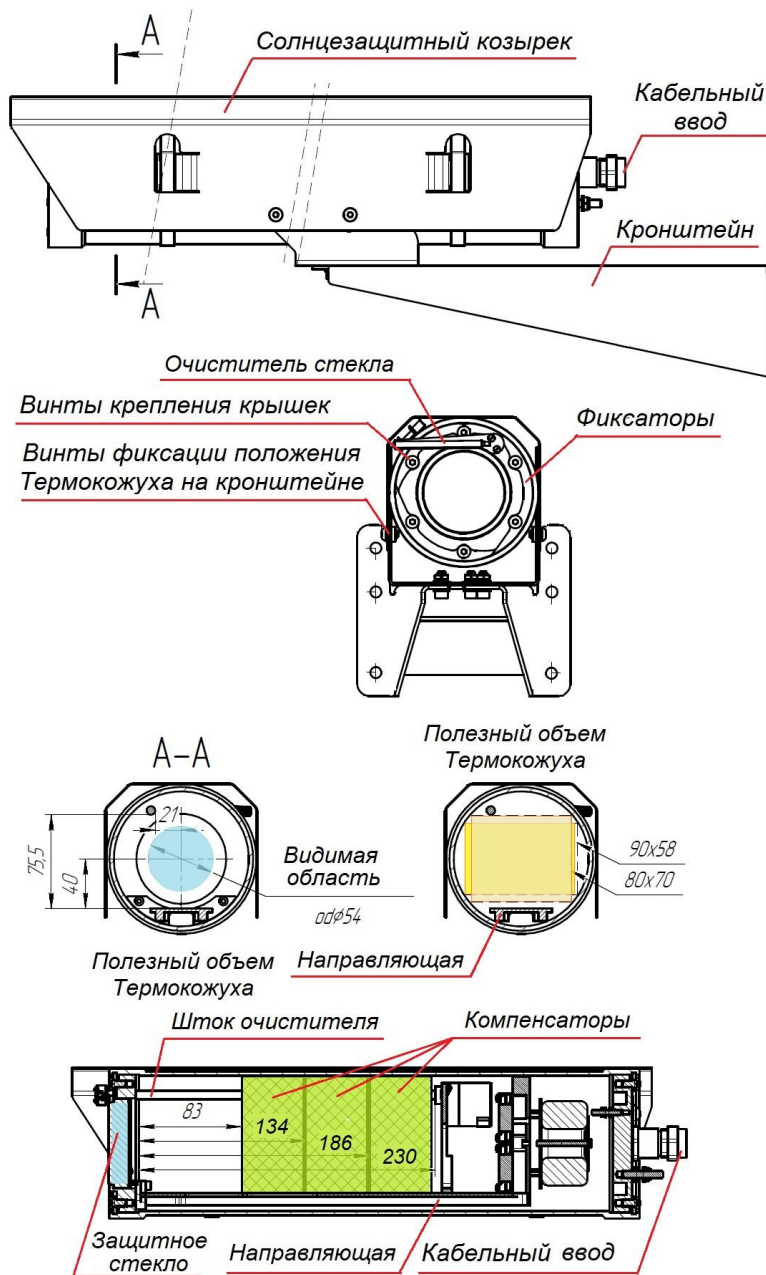

Рис. 3.2.1 Внешний вид термокожуха VSM-250Ex и назначение его конструктивных элементов
3.2 Внешний вид термокожуха и назначение элементов его конструкции приведены на рис.3.2.1.